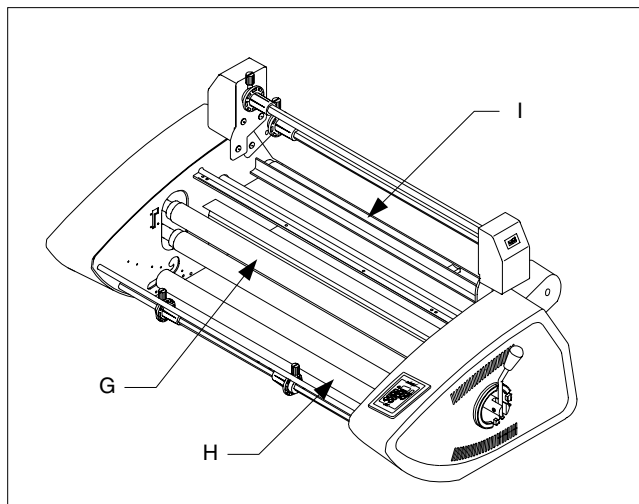

Fig. 4
**G. HEAT ROLLERS:** Silicone rubber coated steel tubes heat the laminating film and compress the heated film to the items being laminated. Heat is provided by an internal heating element. The heat rollers are motor driven for ease of loading new film (Figure 4).
**H. IDLER BAR:** The idler bars, located near each supply roll, are used to direct the film to the heat rollers. The bottom Idler Bar is movable to ease film loading (Figure 4).
**I. PULL ROLLERS:** The pull rollers, located at the back of the laminator, are motor driven. They simultaneously pull the film and improve the quality of the laminated item (Figure 4).
**G. HEISSWALZEN:** Stahlrohre mit Silikon-Gummibelag. Diese erhitzen die Laminierfolie and drücken die heiße Folie auf die zu laminierenden Artikel. Die Hitze wird durch ein eingebautes Heizelement geliefert. Die Heißwalzen werden motorisch angetrieben, womit das Einführen neuer Folien erleichtert wird (Abb. 4).
**H. LEITSTANGE:** Mit den Leitstangen, die sich in der Nähe der Spulen befinden, wird die Folie zu den Heißwalzen geleitet. Die untere Leitstange ist beweglich, womit das Einführen neuer Folien erleichtert wird (Abb. 4).
**I. ZUGWALZEN:** Die Zugwalzen auf der Rückseite des Laminiergeräts werden motorisch angetrieben. Sie dienen dazu, die Folie zu ziehen und gleichzeitig die Qualität des laminierten Artikels zu verbessern (Abb. 4).
**G. WARMTEROLLERS:** Dit zijn stalen buizen met een coating van siliconenrubber, die de lamineerfilm verhitten en deze tegen de te lamineren documenten drukken. De warmte wordt geleverd door een intern verwarmingselement. De warmterollers worden aangedreven door een motor, zodat invoeren van nieuwe film eenvoudig is (zie afb. 4).
**H. VRIJLOOPROL:** De vrijlooprollen die zich bij de toevoerrollen bevinden, worden gebruikt om de film naar de warmterollers te leiden. De onderste vrijlooprol is uitneembaar om het laden van de film te vergemakkelijken (zie afb. 4).
**I. TREKROLLERS:** De trekrollers, die zich aan de achterzijde van de laminator bevinden, worden door een motor aangedreven. Ze zorgen er voor dat de film door het apparaat wordt getrokken en de kwaliteit van het gelamineerde document wordt verbeterd (zie afb. 4).
**G. ROULEAUX CHAUFFANTS:** tubes en acier recouverts de caoutchouc siliconé, utilisés pour chauffer le film de plastification et le faire adhérer par pression sur les documents à plastifier. La chaleur est dégagée par un élément chauffant interne. Les rouleaux chauffants sont actionnés par un moteur pour faciliter le chargement de nouvelles bobines (Figure 4).
**H. BARRES DE TRANSFERT:** Ces barres de transfert, situées près de chaque rouleau d'alimentation, permettent de diriger le film vers les rouleaux chauffants. La barre de transfert inférieure est amovible pour faciliter le chargement des bobines de film (Figure 4).
**I. ROULEAUX D'ENTRAÎNEMENT:** les rouleaux d'entraînement, situés à l'arrière de la plastifieuse, sont actionnés par un moteur. Ils entraînent le film et améliorent la qualité de plastification (Figure 4).